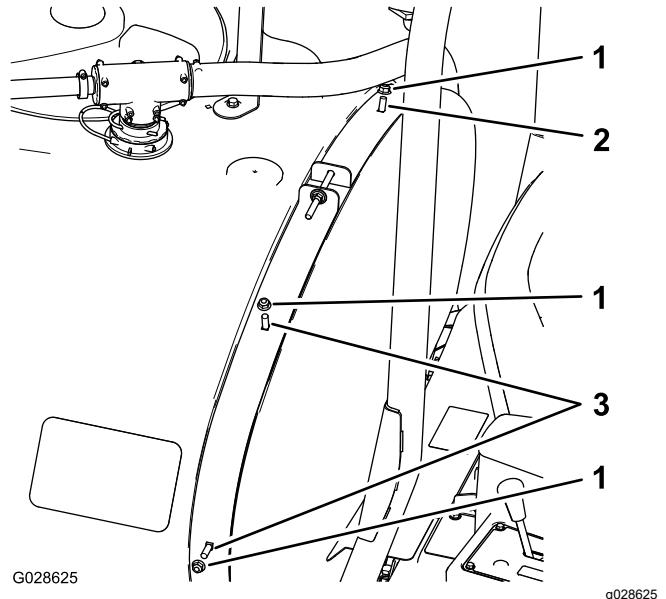

**Figure 5**
2. Retirez et conservez le boulon (3/8 x 5 po), les rondelles et le contre-écrou à embase qui fixent les sangles avant du réservoir au sommet du réservoir (Figure 5).